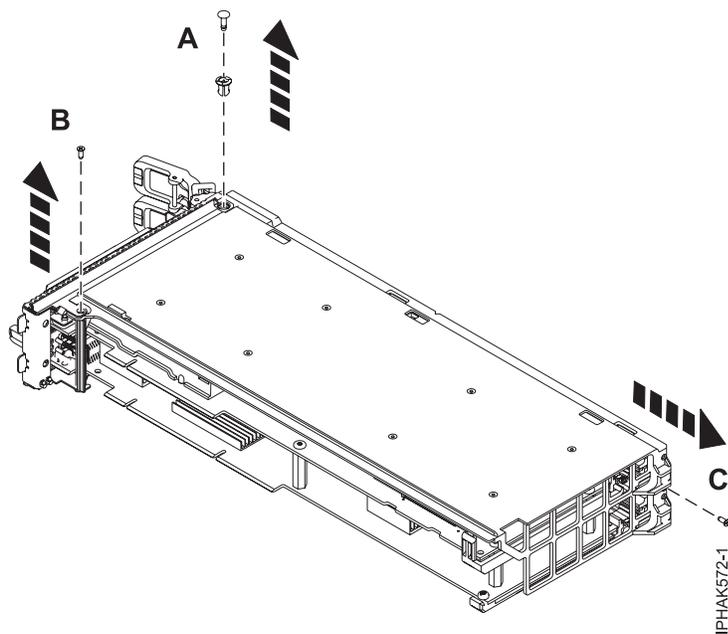

Figure 65. Retrait de la goupille poussoir et des vis
3. Retirez la goupille poussoir (A) de la partie supérieure du bloc-cassette par la contre-poupée. Voir figure 65, à la page 77.
- Retirez la vis (B) située au bas de la contre-poupée. Voir figure 65.
- Retirez la vis (C) de l'arrière du bloc-cassette. Voir figure 65.